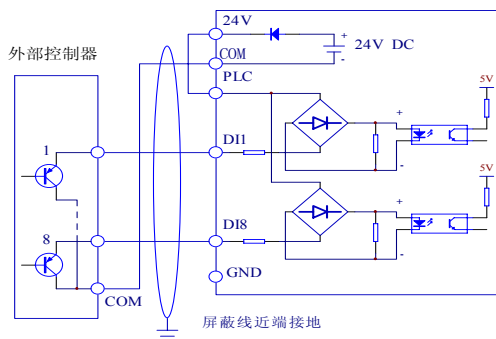

图3-21 使用变频器内部+24V电源的源极连接方式
1) 使用变频器内部+24V电源，外部控制器为NPN型的共发射极输出的源极连接方式，如图3-21所示。